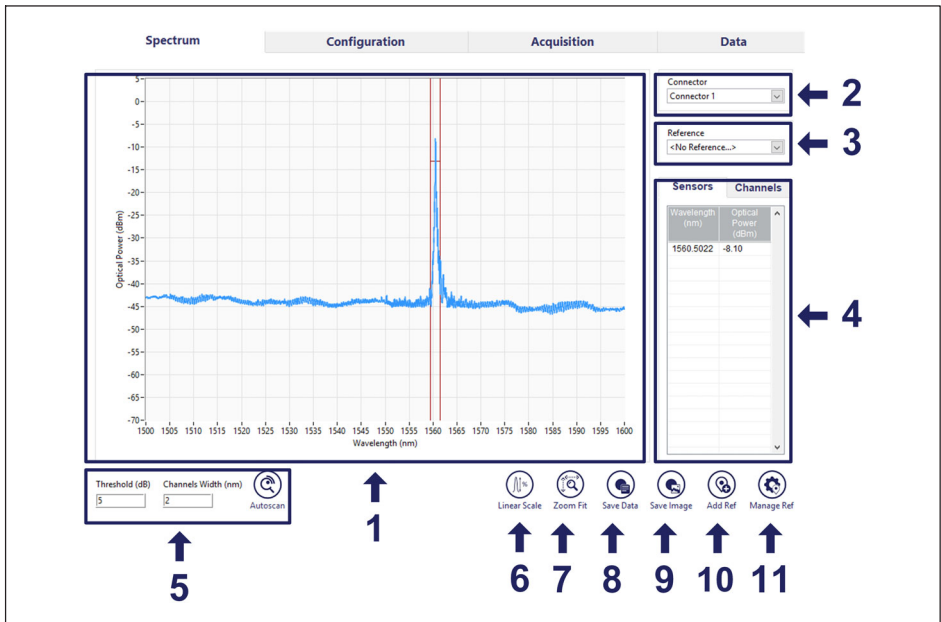

Fig. 7.5 Onglet Spectrum
- 3 Sélection de la référence. Une image de spectre précédemment enregistrée peut être tracée sur le graphique (numéro 1 sur la Fig. 7.5) en la sélectionnant dans la liste déroulante. Il est possible d'enregistrer des références en appuyant sur le bouton *Add Ref* (Ajouter réf.) (numéro 10 sur la Fig. 7.5)
Par défaut, l'échelle verticale est logarithmique. Il est possible de passer à l'échelle linéaire en appuyant sur le bouton **Scale** (Échelle) (numéro 6 sur la Fig. 7.5).